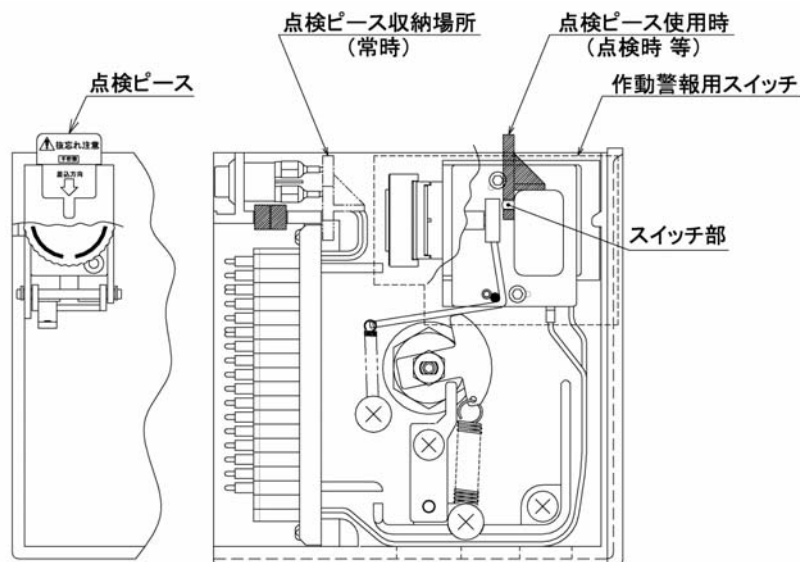

図9. 点検ピースの使用方法
水 張 り	① 配管内の水は、水道水を使用してください。酸、アルカリ、塩分等を含んだ腐食性のある水は絶対に使用しないでください。アラームバルブだけでなく、設備全体に悪影響を及ぼします。 ② 水張りの際、住戸内等に警報を出したくない場合には以下二つの方法での対応が有りますので、状況に応じて選択してください。 【方法1】「住戸内の住宅情報盤及び住棟受信機のどちらにもアラームバルブ作動信号を出さない方法。」 附属の「点検ピース」を端子ボックス内のタイマースイッチ部に差し込んで行う方法を選んでください。9ページの図9に詳しい説明を記載しております。 【方法2】「住戸内の住宅情報盤にアラームバルブ作動信号を出さず、住棟受信機には信号が出る方法。」 端子ボックスの点検スイッチを「点検」側に押込んでください。 本書で示した結線方法例の場合では、住戸内の住宅情報盤には「アラームバルブ作動信号」を出さずに、住棟受信機には「点検中信号」と「アラームバルブ作動信号」を出す方法となります。必要に応じて関係者への周知・連絡を行ってください。 △ 注意 水張り作業完了後には必ず「点検ピースがタイマースイッチ部に差し込まれていないこと。」及び「点検スイッチが定位側に押込まれていること。」を確認してください。 適切な状態以外では、スプリンクラーヘッドが作動してもアラームバルブ作動警報が住戸内等に出ません。 ③ 水張りの際は、制御弁を閉、圧力計元弁(アングル弁)を閉じてからポンプを起動してください。その後、制御弁を徐々に開けて注水し、圧力計元弁(アングル弁)を開けてください。手順を誤ると思わぬ漏水事故等をまねいたり、圧力計が水撃圧力で破損してしまう恐れがあります。 ④ 二次側配管内の空気をできるだけ排出するように注水してください。 ⑤ 水張り作業後、配管内の圧力が所定の値になっているかを確認してください。 ⑥ 配管内の圧力が低下する場合、本製品が異常と思われる場合は、13ページの「異常時の処置方法」をお読みのうえ、対処をお願いいたします。
③ 作動警報用スイッチ (9ページの図9参照)
使用方法是、端子ボックスのカバーを外した後、下図9に示すように、アラームバルブ作動警報スイッチのタイマー部分にこの「点検ピース」を差し込みます。